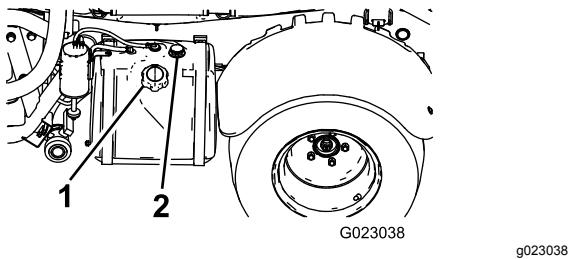

Рисунок 12
2. Очистите поверхности вокруг крышки топливного бака (Рисунок 12).